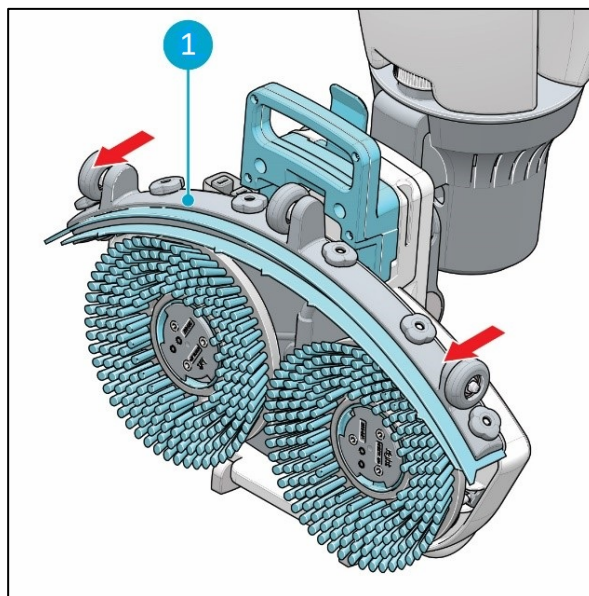

Abbildung 26
3. Ziehen Sie an der linken Seite der Abziehblattbaugruppe (Figure 26, Pos. 1), um sie auszubauen.